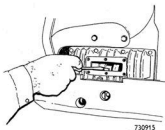

Fig. 63.
1. Vrid vinschens drivaxel så att kopplingens låsbleck blir synligt. Se fig. 63.